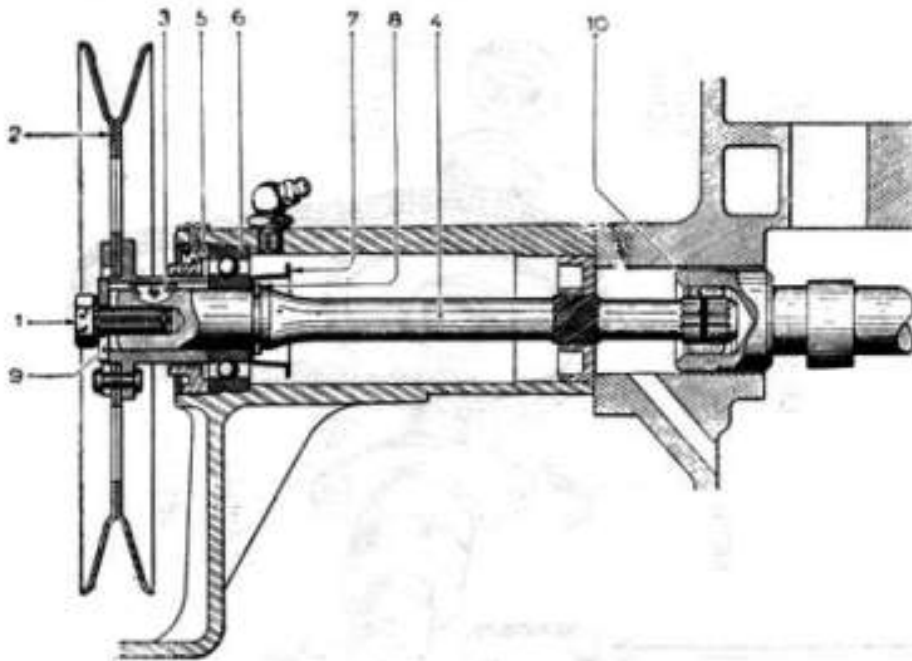

Fig. 9. — Arbre de commande de pompe à eau et dynamo.
* S'il existe une gorge sur les cannelures de l'arbre (4), s'assurer de la présence de l'anneau de caoutchouc (10). (figure 9)
* Mettre en place le jonc d'arrêt (8) dans son logement sur l'arbre (4). Placer la rondelle déflecteur (7), monter le roulement (6) à la presse (pas de chocs). (fig. 9)
* Enduire de graisse (spéciale roulements) le roulement (6). Si l'arbre possède une gorge dans les cannelures, mettre en place l'anneau de caoutchouc (10). Huiler les cannelures de l'arbre et monter l'arbre dans le carter.
* Visser et serrer la bague (5) de retour d'huile (utiliser, si possible, la clé spéciale 1640 - T), goupiller la bague.
* Mettre en place la clavette (3) dans son logement sur l'arbre, monter la poulie de commande (2), serrer la vis (1), en intercalant la rondelle plate (9) et la rondelle éventail (2.389 - S).